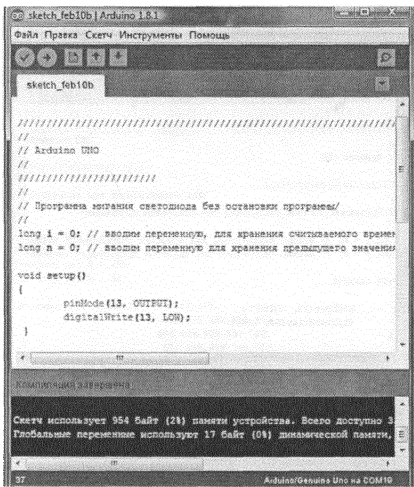

Рис. 7
14. Спустя некоторое время (десятки секунд), при успешной проверке, внизу окошка появляется надпись «Компиляция завершена» и высвечивается информация о «энергоёмкости» скетча — рисунок 7.